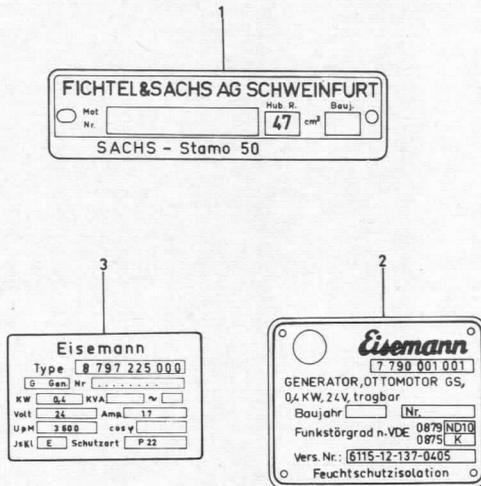

Bild 5
1.3.1 Kennzeichnungsstellen ( Bild 5 )